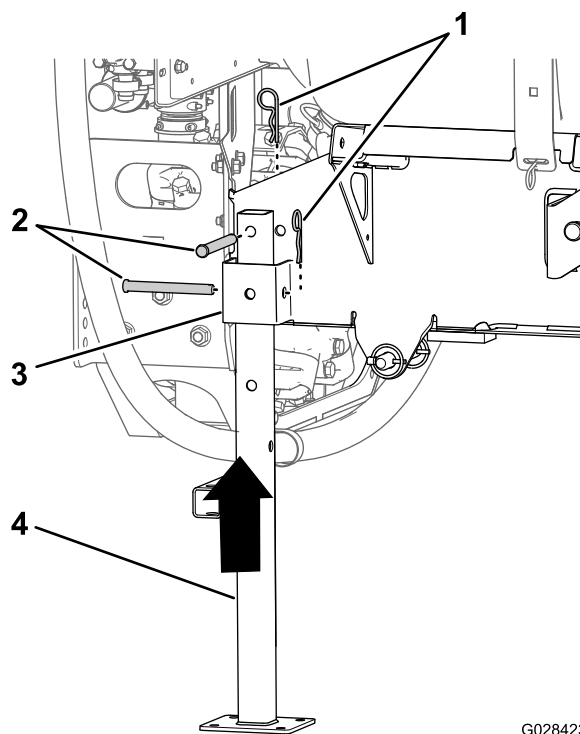

図 134
5. 後用のジャッキスタンドを、後部のジャッキスタンド受けに合わせる 図 134。
6. ジャッキスタンド上部の穴を、タンクスキッドのフレームの穴に合わせる 図 134。
7. ジャッキスタンドをスタンド受けとフレームに固定するクレビスピン $\frac{1}{2} \times 4\frac{1}{2}"$ 2本、ヘアピン $\frac{5}{32} \times 2\frac{5}{8}"$ 2本を使用して 図 134のように取り付ける。